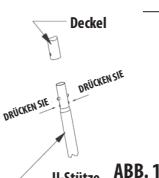
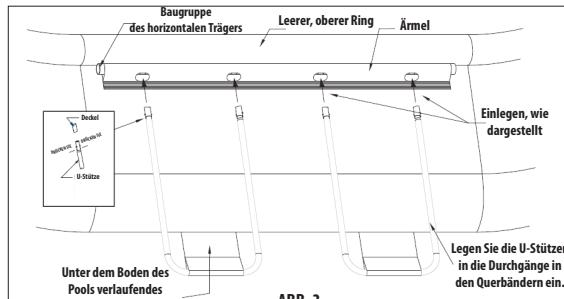

ABB. 1
ABB. 3
- (iii) Take four U-braces and insert them into the channel in the cross belts (see **figure 3**). Fit both top ends of the U-braces with caps (see **figure 1**) - prior to fitting press the lock on the U-brace and turn the cap slightly into position, in which the connection is locked.
- (i) Unter dem Pool ziehen Sie zu den Seiten die Querbänder aus dem Wandmaterial heraus, die die Verankerung der schrägen Streben dienen. Es handelt sich um zwei Bänder (siehe Abbildung 3).
- (iii) Nehmen Sie vier U-Stützen und legen Sie sie in die Durchgänge in den Querbändern ein (siehe Abbildung 3). Bestücken Sie beide oberen U-Stützen mit den Deckeln (siehe Abbildung 1) - vor dem Einsetzen drücken Sie die Sicherungen an der U-Stütze und drehen Sie den Deckel in jene Lage, in welcher die Sicherung der Verbindung erfolgt.
- (iv) Drehen Sie nun die horizontalen Träger in den Ärmeln so, dass die Öffnungen in ihnen gegenüber den Öffnungen in den Ärmeln stehen. In diese Öffnungen bringen Sie dann die U-Stützen ein (siehe Abbildung 3).